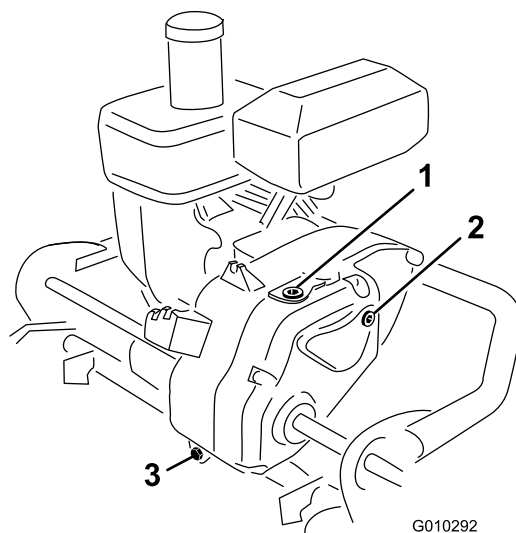

Figura 28
2. Retire a válvula de verificação do lado direito da transmissão (Figura 28). O nível do óleo deverá atingir o cimo do orifício. Caso contrário, retire o tampão de enchimento da parte superior da transmissão e adicione uma quantidade suficiente de óleo do tipo adequado até que o nível alcance a parte inferior do orifício de verificação.
2. Retire a válvula de drenagem da parte posterior da transmissão (Figura 28).
3. Empurre o manípulo para baixo e incline a traseira da máquina. Retire os tampões de enchimento e verificação da transmissão (Figura 28).